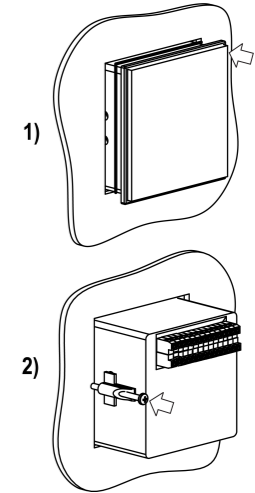

Рисунок 4 – Монтаж прибора щитового крепления
1. Подготовить на щите управления монтажный вырез для установки прибора (см. рисунок 4).